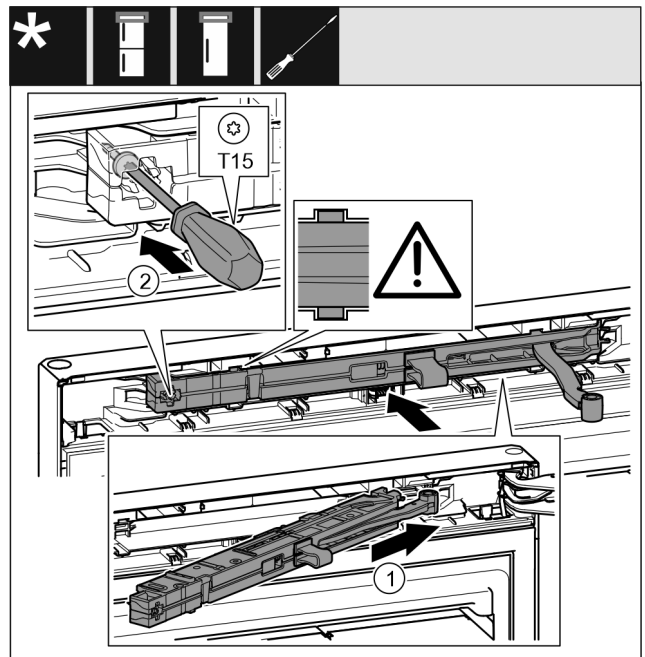

Fig. 51
- ▶ Schließdämpfereinheit Fig. 51 (1) auf der Lagerbockseite bis zum Anschlag schräg in die Aussparung einschieben.
- ▶ Schraube Fig. 51 (2) mit einem Schraubendreher festschrauben.